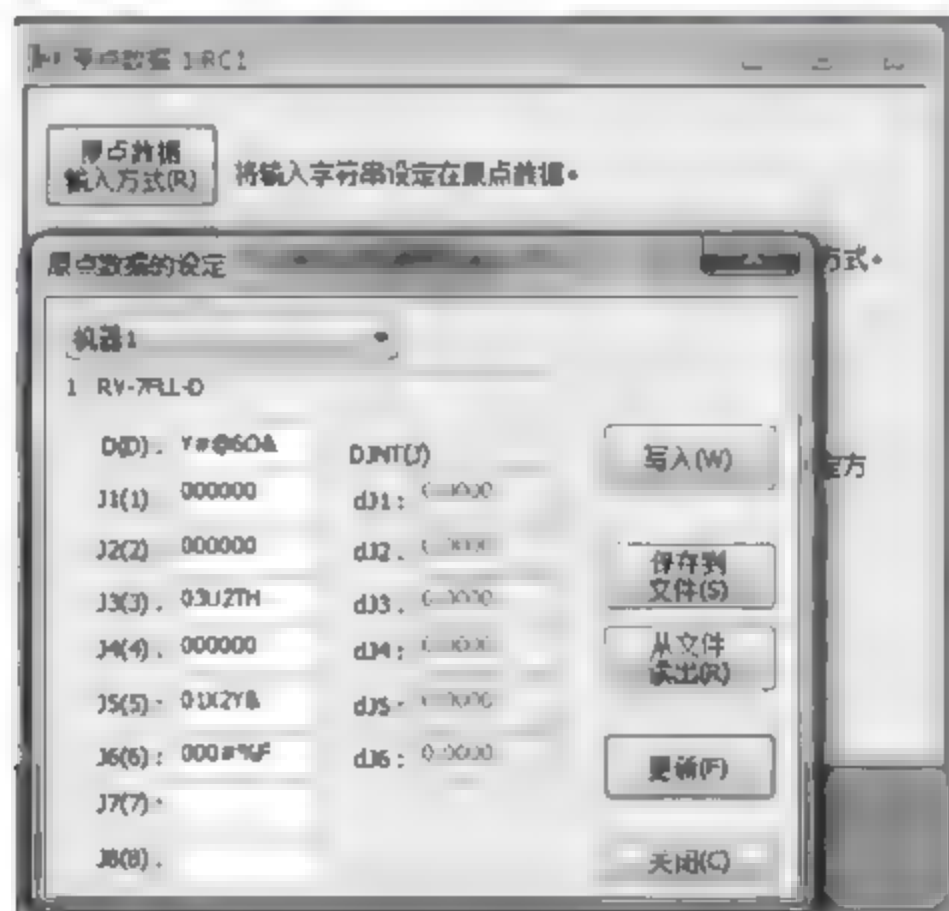

图 8-2 原点数据输入方式——直接输入字符串
- (2) 单击“原点数据输入方式”按钮,弹出如图 8-2 所示“原点数据的设定”对话框。